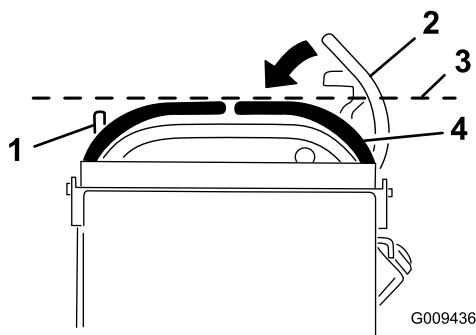

Figure 66
3. Abaissez le levier de commande de déplacement droit hors de la position de VERROUILLAGE AU POINT MORT (Figure 66).
4. Vérifiez si le levier de commande de déplacement droit s'aligne horizontalement sur le levier de commande de déplacement gauche (Figure 66).